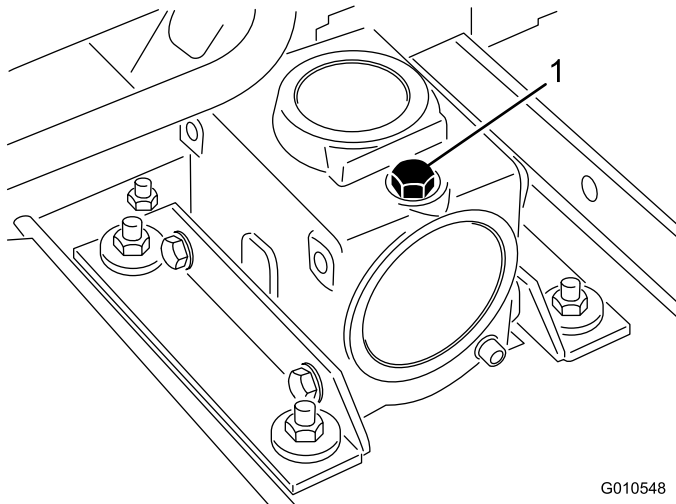

Bild 6
2. Nehmen Sie den Ölpeilstab bzw. die Ablassschraube oben am Getriebe ab (Bild 6) und stellen Sie sicher, dass der Schmiermittelstand zwischen den Marken am Peilstab liegt. Wenn der Schmiermittelstand niedrig ist, füllen Sie Schmiermittel ein, bis der Stand zwischen den Marken liegt.